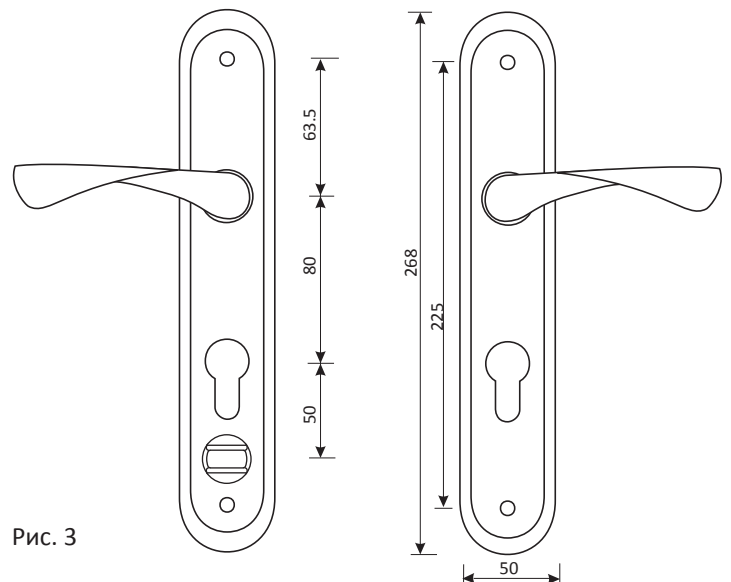

Рис. 3
2. Определите место установки замка и нанесите разметку, согласно размерам замка (Рис. 3).